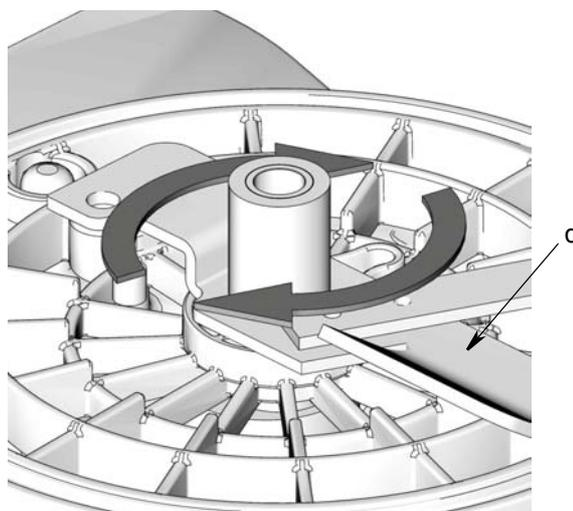

FIG. 5
6. **Pour toutes les installations,** tourner le levier (d) dans le sens horaire pour le relâcher et le retirer de la base G3 (FIG. 5).